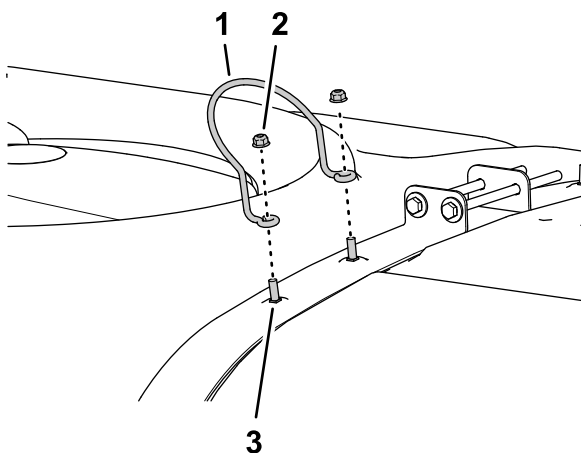

图 12
1. 拆下将药缸盖挡圈固定到打药机药缸后箍带上 2 个托架螺栓的 2 个凸缘锁紧螺母并拆下药缸盖挡圈图 12。